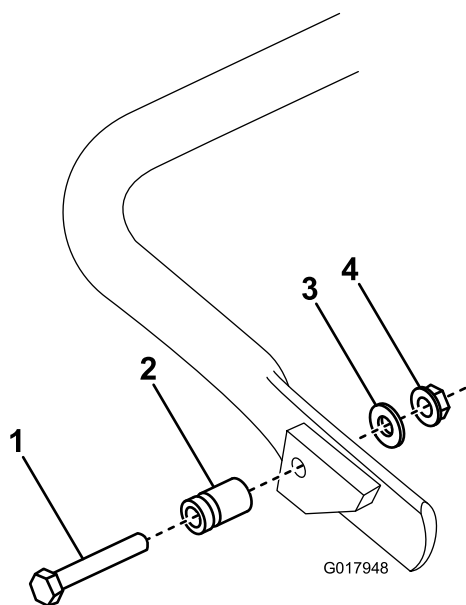

Figura 5
1. **Solo su GR1600**, collegate il prigioniero a molla al lato destro del cavalletto (Figura 5) utilizzando bullone, rondella, dado a testa frangiata in dotazione.